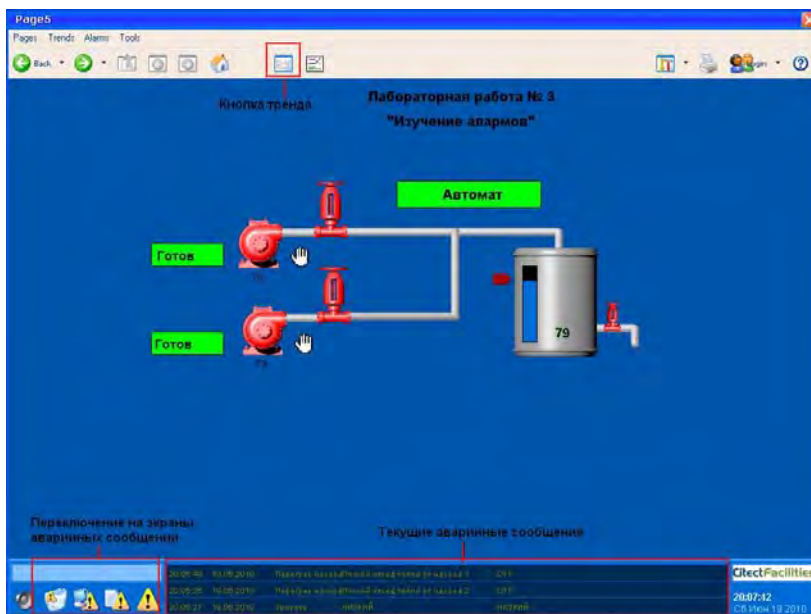

Рис. 3.8. Экран оператора
9. На панели на экране оператора внизу располагается группа клавиш переключения на аварийные страницы системы (см. рис. 3.8). В отчете по лабораторной работе приведите изображения данных страниц с описанием назначения кнопок и отображением аварийных сообщений.